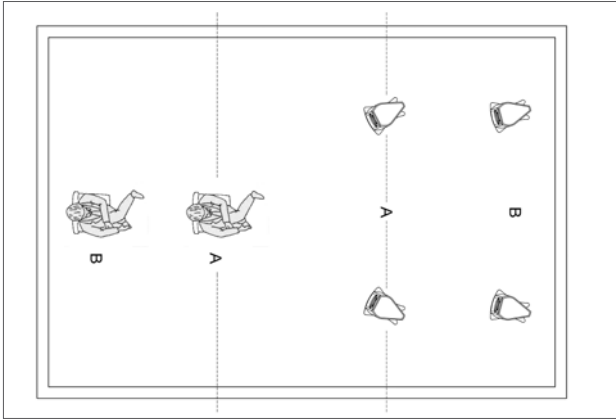

FIG.12
4. es gibt keine festen oder für jede Hörumgebung allgemein gültigen Regeln. Eine gute Herangehensweise an das Problem beginnt jedoch damit, den Raum wie in Bild 12 gezeigt in drei gleiche Teile zu teilen. Dabei sollten die Lautsprecher auf der ersten von ihnen festgelegten Linie und in ausreichendem Abstand von den Seitenwänden aufgestellt werden. Die Hörposition sollte auf der zweiten Linie liegen, wie in Bild 12, Position „A“ dargestellt. Auf diese Weise stellen Sie sicher, dass einerseits ein guter Teil der, die Hörer umgebenden Raumluft in der stereophonen Wiedergabe 7 und Darstellung, mit einbezogen wird und die Lautsprecher in die Lage versetzt werden vollständig frei zu arbeiten und andererseits die Hörer sich in ausreichender Entfernung von den akustischen Reflexionen befinden, die in der Nähe von Wänden und in den Raumecken gebildet werden. Weiters zeigt Bild 12, wie die Lautsprecher angewinkelt werden sollten, um in Richtung auf den Hörplatz ausgerichtet zu sein und somit die klassische Konfiguration eines gleichschenkeligen Dreiecks zu bilden. Diese letzte Einstellung, die in der sprichwörtlichen Ausrichtung der Lautsprecher in Richtung der Ohren des Zuhörers steht, ermöglicht eine merkliche Verbesserung in der Fokussierung der Stereophonen Abbildung.